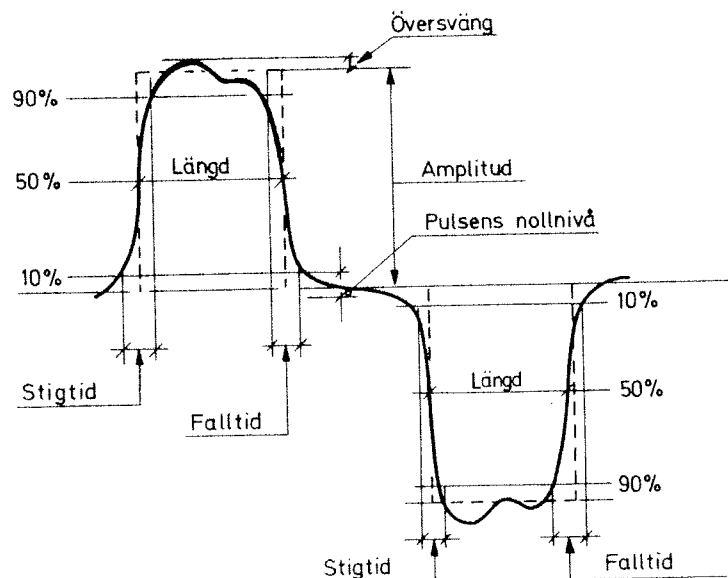

Bild 1
3.4.3.2 Kontrollera att följande värden erhålls, se bild 1.